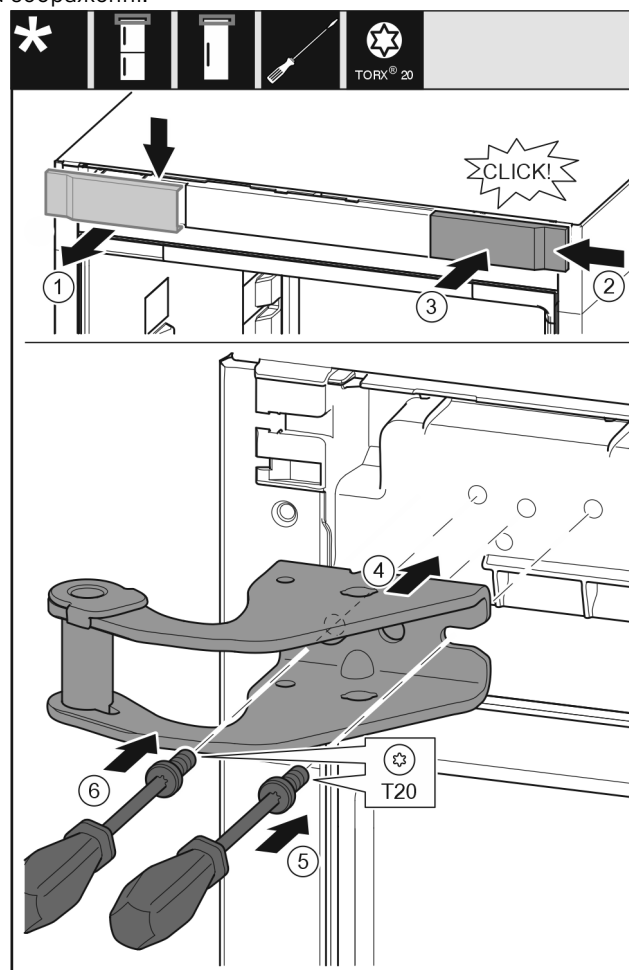

Fig. 31
- ▶ Зніміть кришку вгору вперед. Fig. 31 (1)
- ▶ Почепіть кришку, що повернута на 180°, з іншого боку праворуч. Fig. 31 (2)
- ▶ Зафіксуйте кришку. Fig. 31 (3)
- ▶ Встановіть верхній опорний кронштейн. Fig. 31 (4)
- ▶ Встановіть та закрутіть гвинт за допомогою викрутки T20. Fig. 31 (5)
- ▶ Встановіть та закрутіть гвинт за допомогою викрутки T20. Fig. 31 (6)